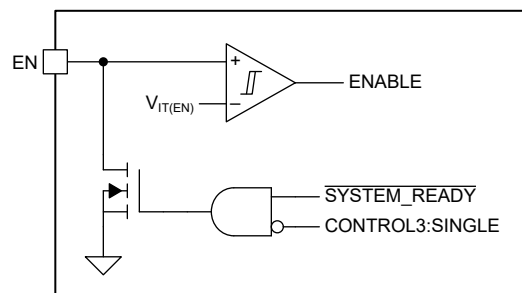

図 7-6. 機能ブロック図を有効にする
イネーブル (EN) ピンは双方向で、2 つの機能を持ちます。図 7-6 を参照してください。